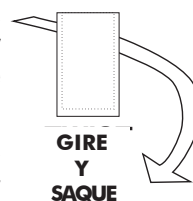

fig. 1
- Retire la tapa protectora girando suavemente y extrayendo el cuerpo de la sonda (ver fig. 1).